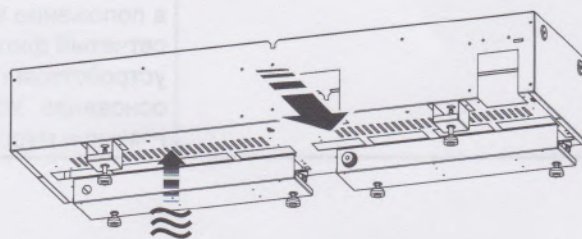

Fig.4
Для нормальной работы устройства требуется естественная вентиляция снизу. С нижней стороны изделия имеются прорезы, позволяющие воздуху свободно проходить через изделие (рис. 4) Естественная вентиляция обеспечивает охлаждение электронных компонентов устройства, отвод тумана из поддона и беспрепятственное испарение продукта.
2. Подсоедините шланг ПВХ диаметром 1/4" (6,35 мм) (отсутствует в комплекте) прокалывающего клапана к имеющемуся в комплекте водяному фильтру и затем к камину (рис. 4).